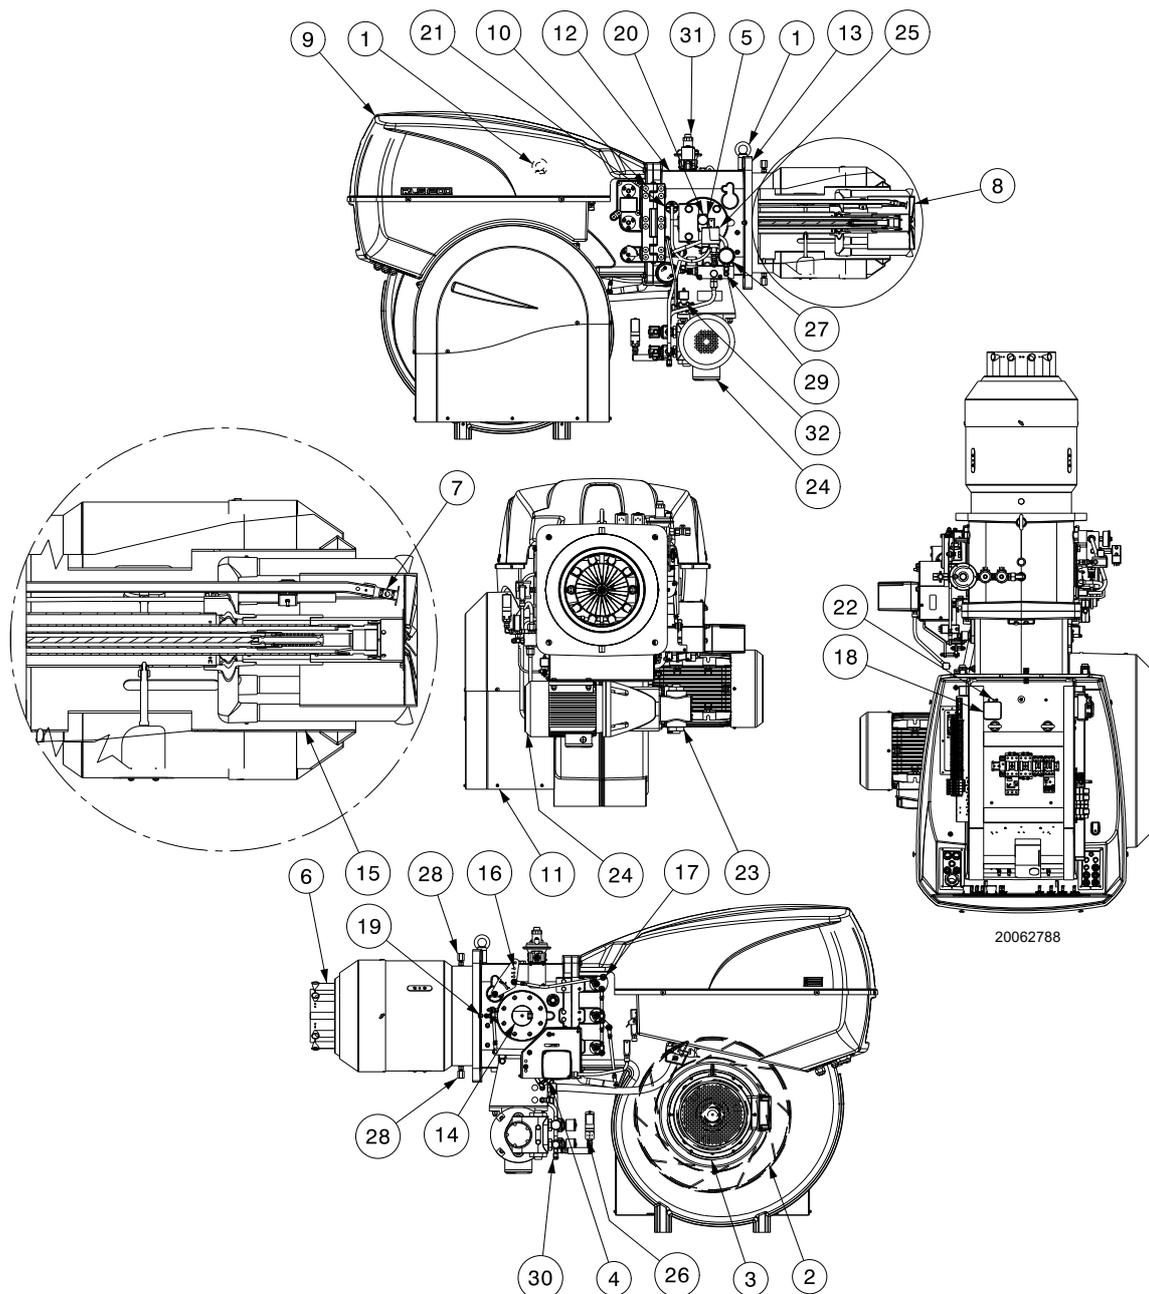

Fig. 4
- (1) Condiciones de referencia: Temperatura ambiente 20 °C - Temperatura del gas 15 °C - Presión barométrica 1013 mbar - Altitud 0 m s.n.m.
(2) Presión en la toma 5)(Fig. 4 en la pág. 11) con presión cero en la cámara de combustión y a la potencia máxima del quemador.
(3) Presión sonora medida en el laboratorio de combustión del fabricante, con quemador funcionando en caldera de prueba a la máxima potencia. La potencia sonora se mide con el método "Free Field", previsto por la Norma EN 15036, y según una exactitud de medida "Accuracy: Category 3", como se describe en la Norma EN ISO 3746.
El gas puede entrar solo del lado izquierdo del quemador como se representa en la Fig. 4.